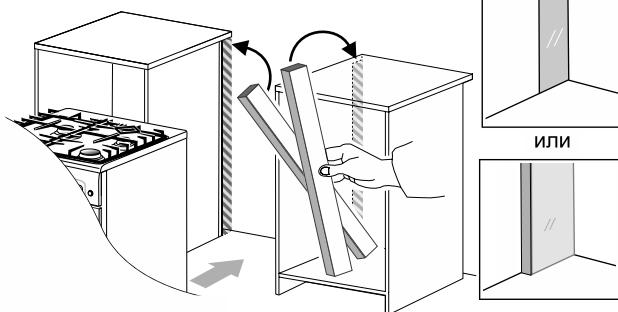

Рис. 7
- Зазор между мебелью и стеной рядом с плитой должен быть исключен. Это можно выполнить при помощи дополнительных элементов (см. рис. 7), либо увеличением глубины боковой стенки шкафа (на стадии изготовления кухонной мебели).